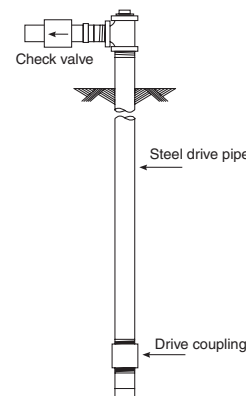

FIGURA 2- INSTALACIÓN DE PUNTO DE DRENAJE
1. Conecte la tubería de succión al punto de drenaje (figura 2). Mantenga el recorrido de la tubería horizontal lo más corto
2. Para facilitar el cebado con la instalación del sistema well point, instale una válvula de retención como muestra la figura 2. Verifique que la flecha de flujo de la válvula de retención señale hacia la bomba.